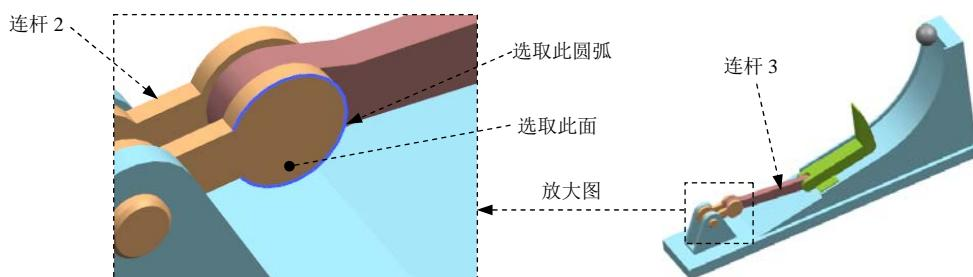

图 6.8.3 定义旋转副
动副”对话框 **定义** 选项卡的 **类型** 下拉列表中选择  **旋转副** 选项；选取图 6.8.3 所示的连杆 2 为参考连杆；在“运动副”对话框 **操作** 区域的  **指定原点** 下拉列表中选取“圆弧中心”  选项，在模型中选取图 6.8.3 所示的圆弧边线为原点参考；在 **操作** 区域的 **方位类型** 下拉列表中选择 **矢量** 选项，在模型中选取图 6.8.3 所示的曲面为矢量参考。
(2) 在“运动副”对话框 **基本** 区域中选中  **啮合连杆** 复选框；单击 **基本** 区域中的  \***选择连杆** (0) 按钮，选取图 6.8.3 所示的连杆 3 为啮合连杆；在 **基本** 区域的  **指定原点** 下拉列表中选取“圆弧中心”  选项，在模型中选取图 6.8.3 所示的圆弧边线为原点参考；在 **基本** 区域的 **方位类型** 下拉列表中选择 **矢量** 选项，在模型中选取图 6.8.3 所示的曲面为矢量参考。
(3) 单击 **确定** 按钮，完成旋转副的创建。